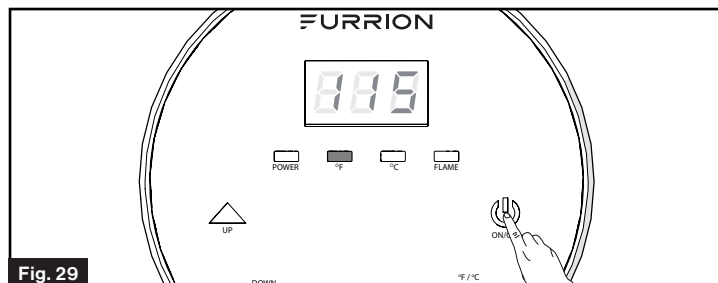

Fig. 29
- Mettez le commutateur d'alimentation en position « **ON** » (Marche) (Fig. 18) et vérifiez si la commande murale est allumée. Si la commande murale n'est pas éclairée, appuyez sur le bouton  de la commande murale afin de l'éclairer. (Fig. 29) L'écran de la commande murale affiche le réglage de la température de l'eau chaude.